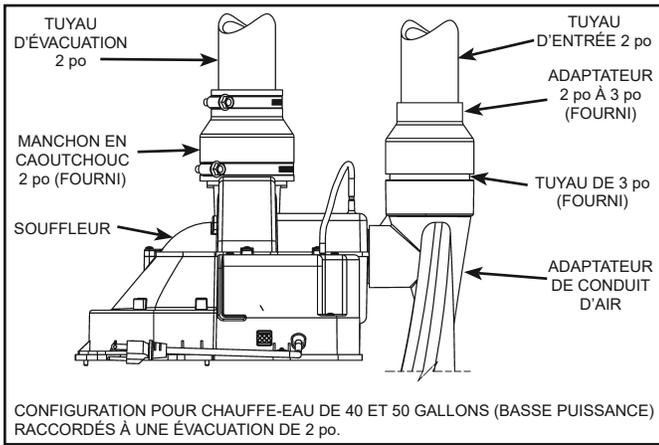
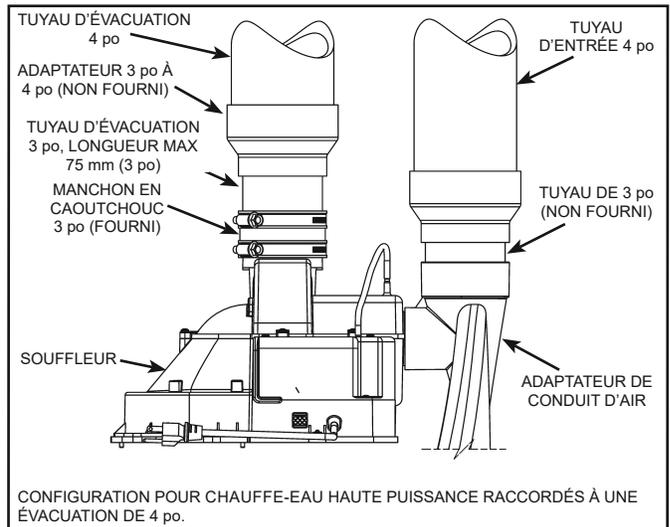

Figure 35.
Figure 39.
4. Vérifier que le tube en plastique est toujours raccordé entre le manocontact d'air et l'orifice sur le carter de moteur du souffleur. Vérifier que le tube en plastique ne présente aucun plissement entre le manocontact d'air et le carter de moteur du souffleur (voir Figure 35 à Figure 39).
Important : Ces raccordements doivent être bien enfoncés et serrés pour éviter toute fuite de gaz de combustion dans le local. Voir Figure 35 à Figure 39.